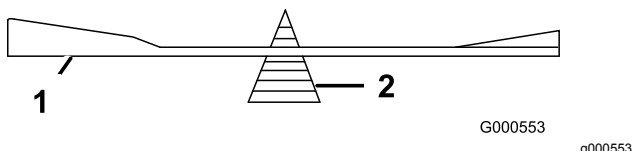

**Bild 61**
- Schärfen Sie die Schnittkante an beiden Enden des Schnittmessers mit einer Feile (Bild 61).
**Hinweis:** Feilen Sie, wenn das Schnittmesser nicht ausgewuchtet ist, vom Flügelbereich des Messers etwas Metall ab (Bild 61).